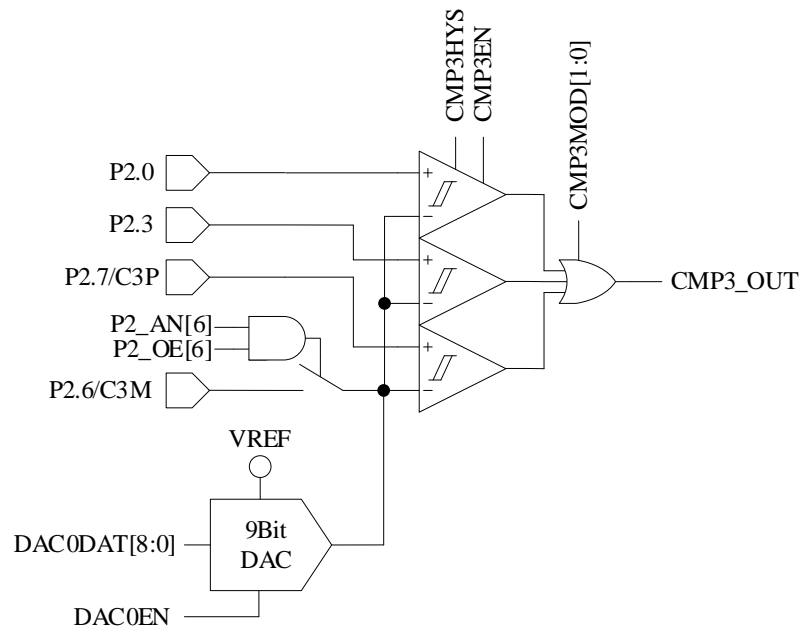

图 28-4 三比较器输入模式
- 配置 CMP\_CR1[CMP3MOD] = 1X，CMP3 为三比较器输入模式，具体输入输出端口接法如图 28-4 所示